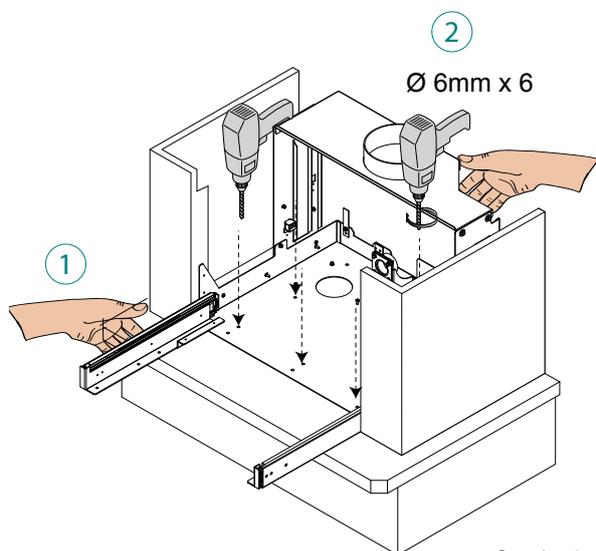

fig. 6.1.8
- 8) Poser la base sur le plan de la cheminée (1), tracer et effectuer 4 trous de  $\text{\O} 6$  pour la fixation (2) - utiliser la base comme gabarit - puis percer avec un foret de 6 mm de diamètre (Fig. 6.1.8)